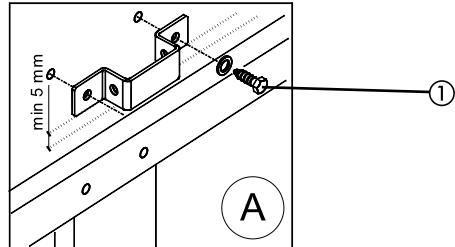

Рис. 12
- b. разместите составные части кронштейна на направляющей (см. рис.12) и сдвигайте их навстречу друг другу до щелчка.